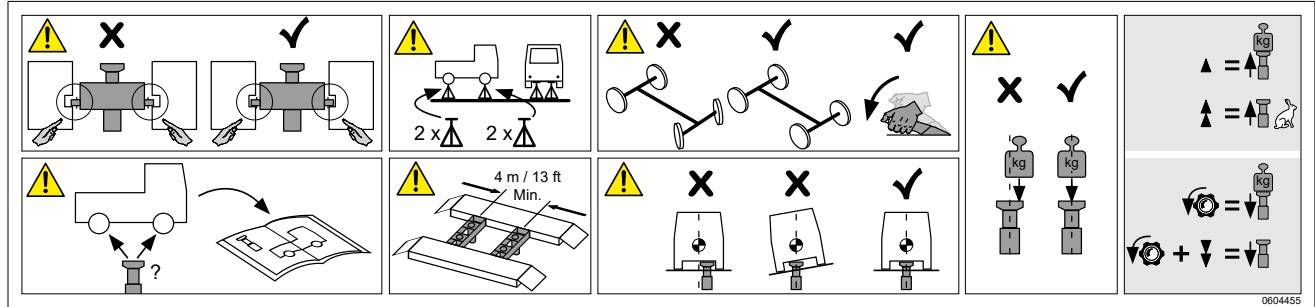

Fig. 50
- Mærkater af sikkerhedsmæssig betydning er læsbare (Fig.50).
- Furthermore all safety labels must be checked to ensure that they are legible (Fig.50).
- Lesbarkeit wichtiger Sicherheitshinweise (Fig.50).
- Toutes les étiquettes de sécurité doivent être vérifiées pour s'assurer qu'elles sont lisibles (Fig.50).
- Vidare måste alla säkerhetsdekaler kontrolleras för att säkerställa att de är läsbara (Fig.50).
- Myös kaikkien varoitustarjottimien luettavuus on tarkastettava (Fig.50).
- Bovendien moeten alle veiligheidslabels worden gecontroleerd om ervoor te zorgen dat ze leesbaar zijn (Fig.50).
- Además, se deben comprobar todas las etiquetas de seguridad para asegurarse de que son legibles (Fig.50).
- Кроме того, все предупреждающие этикетки должны проверяться на предмет их разборчивости (Fig.50).
- Inoltre, è necessario controllare l'integrità e la perfetta leggibilità di tutte le etichette di sicurezza (Fig.50).